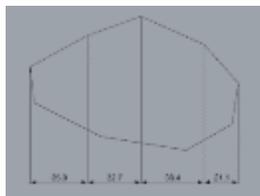

図1
- ・“連続”を“はい”にすると、下図1のように指定した頂点から頂点の距離を複数連続して表記することができます。但し間を飛ばすことはできません。